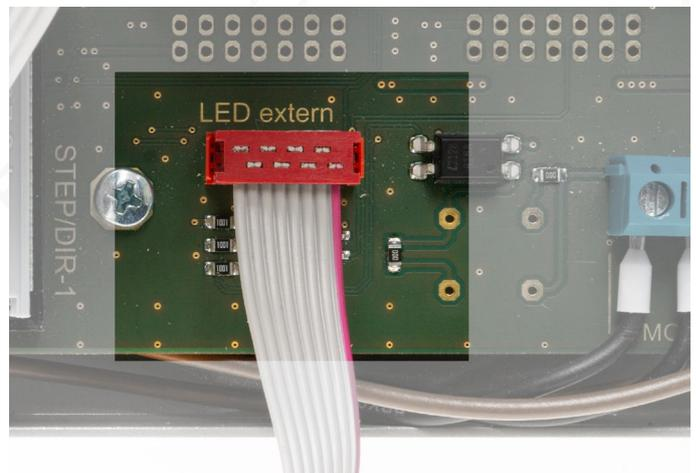

Bild 33: Anschluss auf dem MC Bob
- Stecken Sie das andere Ende des Verbindungskabels auf die rote Buchse dem MC Bob, wie in Bild 33 gezeigt.